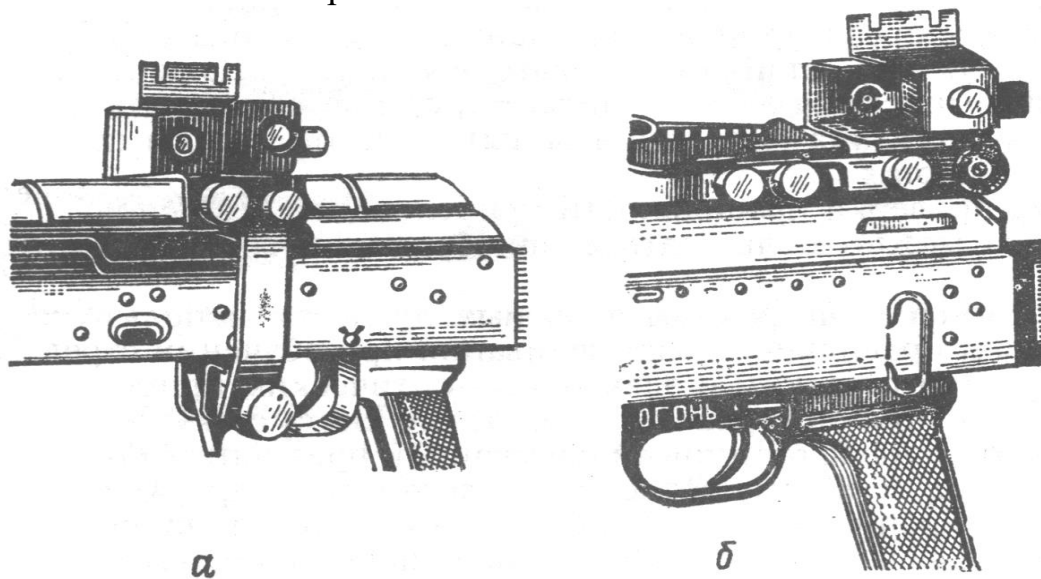

Рис. 3. Ортоскоп діоптрійний, встановлений: а – на автоматі АКМ; б – на кулеметі ПК
**Ортоскоп діоптрійний до відкритих прицілів** (рис.3) за своїм призначенням об'єднує універсальний ортоскоп (з командирського ящика КЯ-56) і діафрагму (з командирського ящика КЯ-58) і дає можливість зробити перевірку правильності прицілювання швидше і якісніше порівняно зі звичайним ортоскопом без діоптра. Прилад може застосовуватися як діафрагма і як звичайний ортоскоп.